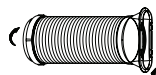

Abb.17
1. Installieren Sie den Fenster-Abluftadapter B auf den Abgasschlauch wie in 16. oder Abb.17. gezeigt wird. Siehe hierzu die vorherigen Seiten über die Window-Kit-Installation.